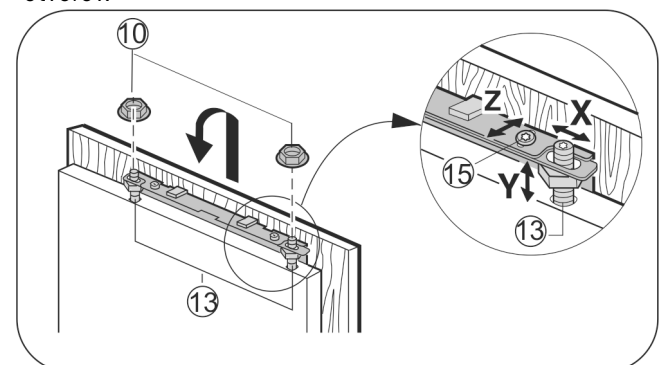

Fig. 19
- ▶ Nábytkové dvere zaveste na justovacie čapy Fig. 19 (13) a poistné matice Fig. 19 (10) na justovacích čapoch ľahko pritiahnite.
- ▶ Nábytkové dvere vyrovnajte vo výške Y a vyrovnajte bočný sklon: Justovacie čapy Fig. 19 (13) nastavte pomocou skrutkovača.
- ▶ Poistné matice Fig. 19 (10) pritiahnite.